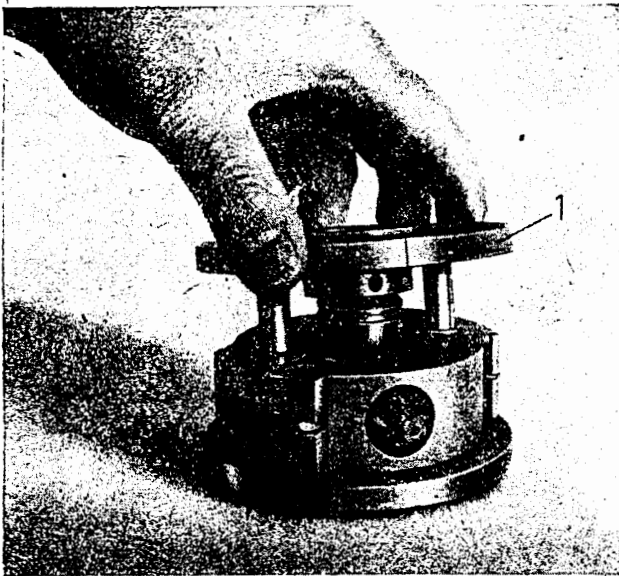

Bild M 190. Antriebsflansch (1) abnehmen
5. Antriebsflansch abnehmen (Bild M 190).